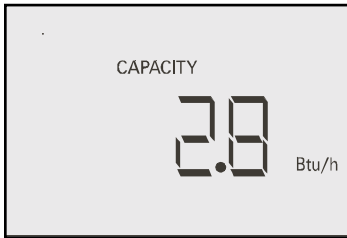

Fig. 18
5.5.8 Mesurez pendant une minute (Fig. 14, étape 5) en veillant à ce que la sonde balaye toute la superficie de la grille (cf. étape 5.4.6). Votre but est d'obtenir une mesure moyenne de toutes les bouches disponibles. A la fin de la minute de lecture, l'instrument émettra un bip sonore et l'écran LCD affichera les résultats en BTU/h (Fig. 18).